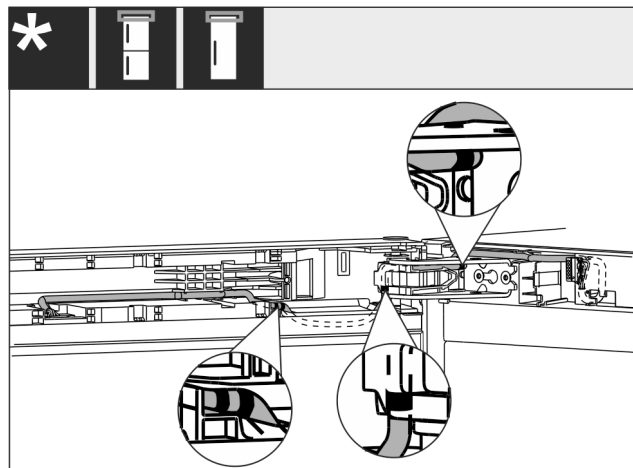

Fig. 39
- A kábelt az ábrán Fig. 39 () látható módon kell elvezetni.